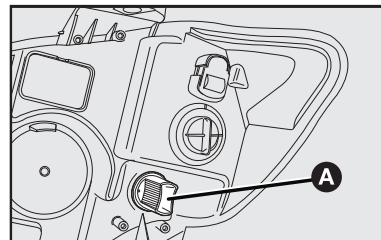

fig. 31
- 1) Retirar el portalámpara **A-fig. 31** girándolo en el sentido antihorario.
- 3) Después de sustituir la lámpara, rearme el portalámpara **A-fig. 31**, girándolo en el sentido horario.